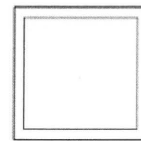

Fig. 06.27. Placer objektet i stueplan.
- Placer nu objektet i stueplan, læg mærke til hvor din mus er i forhold til objektet. Musens placering er indsættelsespunktet i familien (Fig. 06.27).